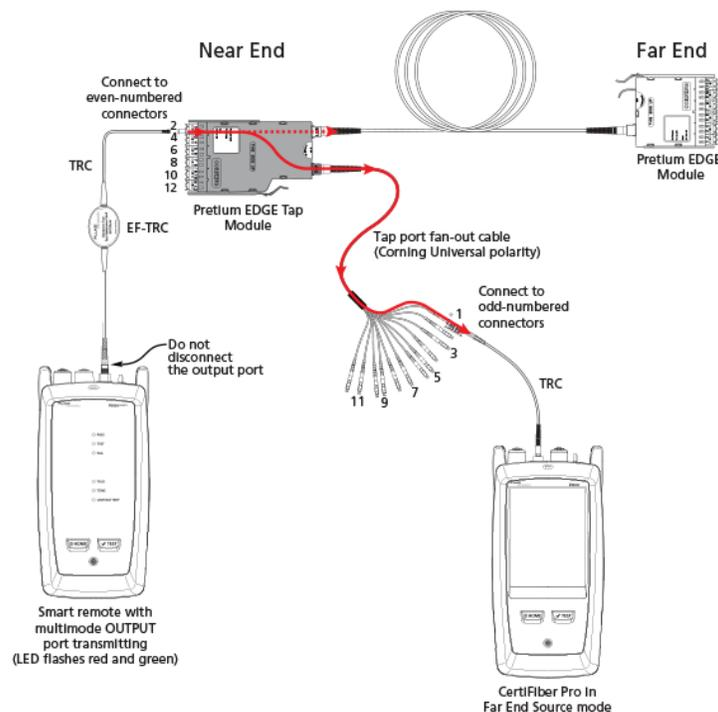

Figura 7. Connections for Testing the Tap Port Links from the Near End through a Fan-Out Cable
3. Faça as conexões mostradas na Figura 7 se você vai fazer o teste através de um cabo de fan-out, ou na Figura 8 se você vai fazer o teste através de um terceiro módulo EDGE.